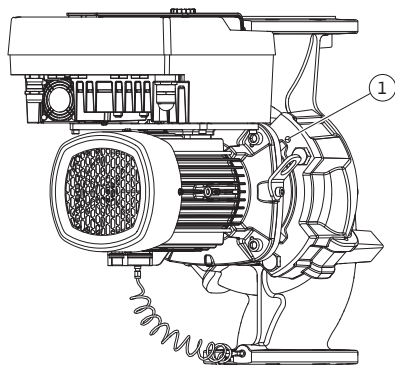

Fig. 10: Ievietojamā moduļa nospiešana, izmantojot vītnes urbumus
- Nospiediet ievietojamo moduli (skat. Fig. 4) no sūkņa korpusa. Atkarībā no sūkņa tipa (skat. Fig. I ... Fig. IV) ir pieejami divi dažādi pamati. Sūkņa tipam (Fig. III un Fig. IV) atskrūvējiet skrūves (29. poz.). Izmantojiet blakus esošos divus vītnes urbumus (Fig. 10, 1. poz.) un piemērotas skrūves, ko nodrošina pasūtītājs (piemēram, M10 x 25 mm). Sūkņa tipam (Fig. I un Fig. II) izmantojiet abus vītņu urbumus M10 (Fig. 104). Izmantojiet piemērotas skrūves, ko nodrošina pasūtītājs (piemēram, M10 x 20 mm). Nospiešanai varat izmantot arī šķēlumus (Fig. 104, 2. poz.).